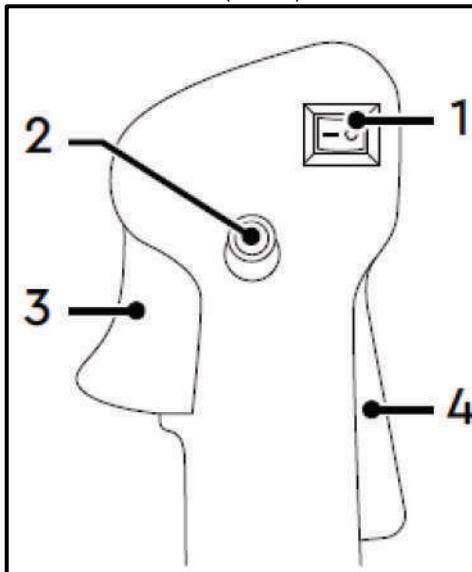

Рис. 39
- Натисніть на вимикач запалювання (1), перевівши його в положення «!» (Рис. 39).
- Для того щоб ріжучий елемент почав обертатися, натисніть і утримуйте клавішу блокування важеля газу (4), важіль газу (3) (Рис. 39).
- Мотокоса оснащена кнопкою (2) фіксації важеля газу (3) в натиснутому положенні, що суттєво додає зручності при роботі. Для того щоб зафіксувати важіль газу (3) в натиснутому положенні, необхідно натиснути й утримувати клавішу блокування важеля газу (4) та важіль газу (3), після чого натисніть кнопку (2) фіксації важеля газу (3). Відпустіть органи управління рукоятки (Рис. 39).
- Натисніть на вимикач запалювання (1), перевівши його в положення «0» – «Запалювання вимкнено», після чого двигун заглохне (Рис. 39).